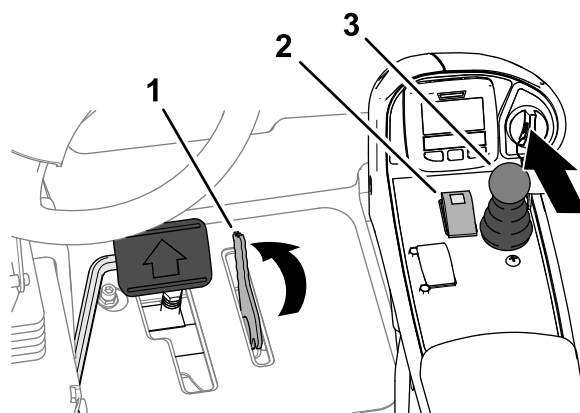

Figura 158
3. Gire la palanca del limitador de la velocidad de siega hacia adelante a la posición de SIEGA (Figura 158).